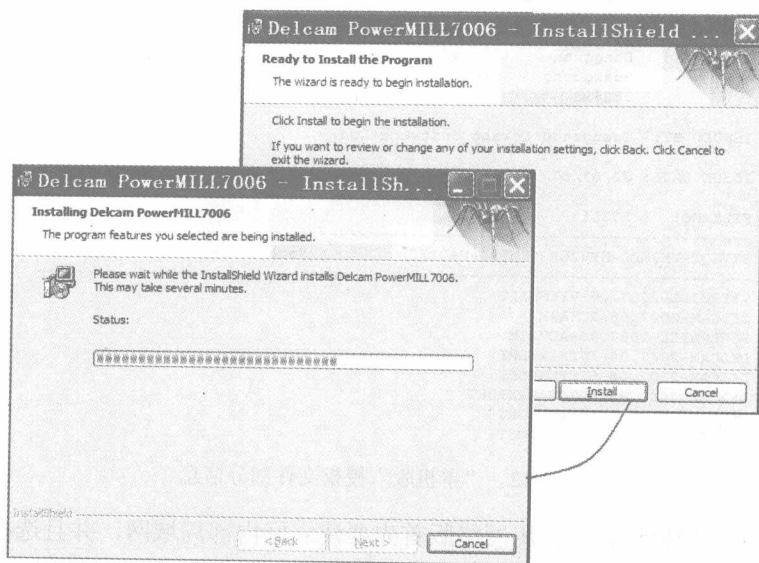

图 1-9 程序安装对话框
(8) 单击 Next 按钮，出现如图 1-9 所示对话框，单击 Install 按钮，进入程序安装阶段。